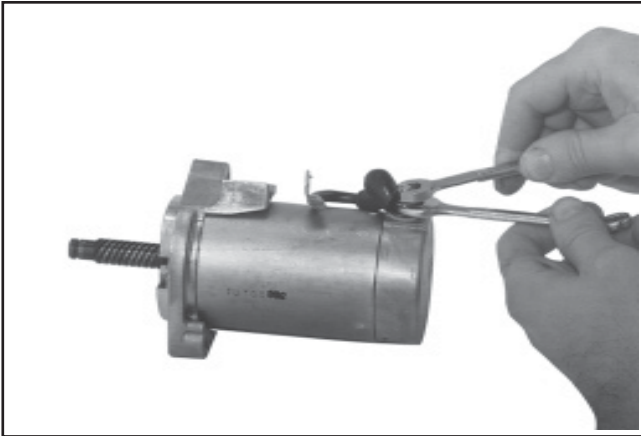

Figure 8-39. Retirer le câble du solénoïde.
2. Débrancher le câble du solénoïde de la borne du démarreur. Empêcher le contre-écrou inférieur de tourner avec une clé, tout en desserrant l'écrou supérieur, pour empêcher d'abîmer les composants internes. Voir la figure 8-39. Le solénoïde peut être retiré ou laissé en place.